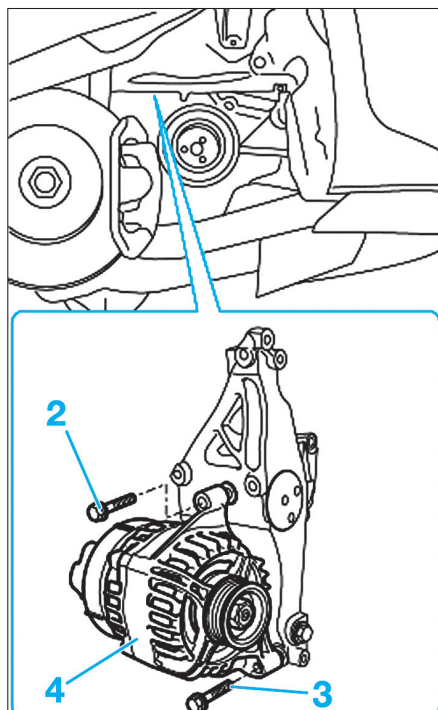

Fig. 2
- Déposer la vis supérieure (2) fixant l'alternateur à son support (Fig.2).